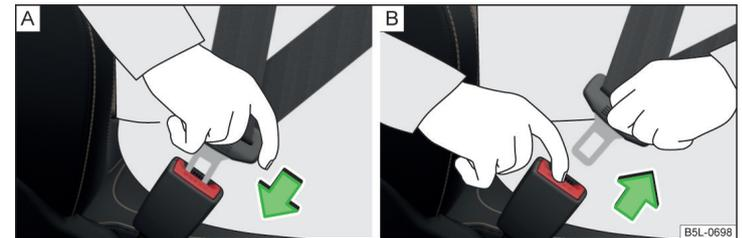

Abb. 5 Sicherheitsgurt anlegen / ablegen
- Die Schlossezunge in das zum Sitz gehörende Gurtschloss » Abb. 5 - [A] stecken, bis diese hörbar einrastet.
- Die rote Taste im Gurtschloss » Abb. 5 - [B] drücken, die Schlossezunge springt heraus.